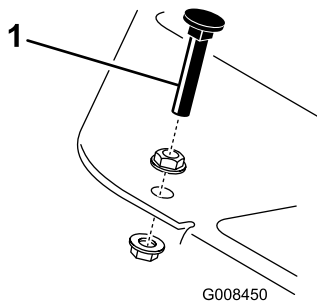

Figura 44
Pise el pedal de tracción. Si el pedal toca el tope (Figura 44) antes de que se note tensión en el cable, es necesario hacer un ajuste:
1. Afloje las contratuercas con arandela prensada que fijan el tope del pedal a la chapa de suelo (Figura 44).